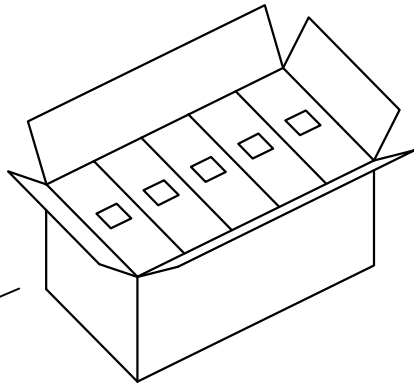

图4 外箱
- 3: 如图4，每外箱装10内盒，数量为10X(3X1000pcs)。